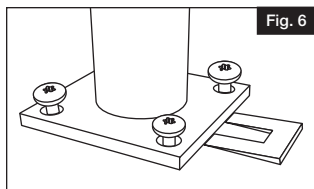

Fig. 6
- Au besoin, insérer la cale fournie sous le bas du poteau structural (Fig. 6).